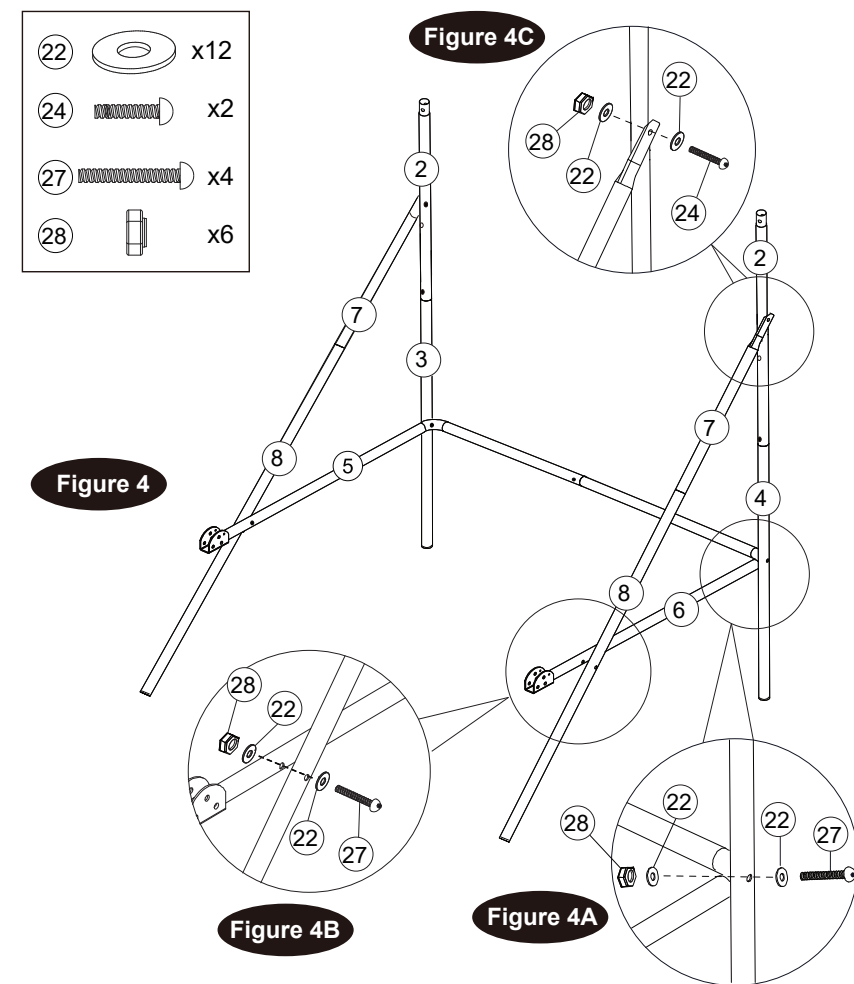

Figure 5
8. Fixez le tube (12) aux tubes (2) à l'aide des boulons (24), des rondelles (22) et des écrous (28) comme indiqué sur la figure 5A, puis insérez les tubes (1) sur les tubes (2) comme indiqué sur la figure 5.